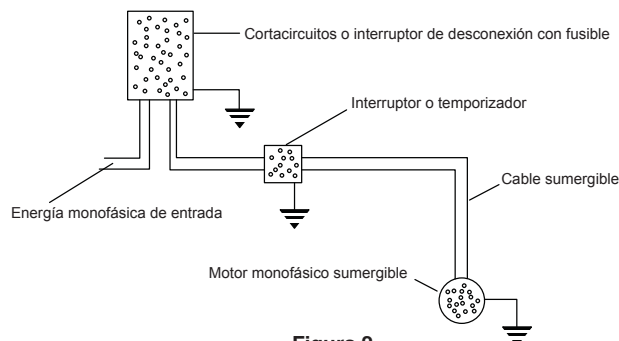

Figura 2
7. Una bomba de dos cables no requiere una caja de control del motor; todos los componentes eléctricos están incluidos dentro del motor. La figura 2 muestra un diagrama de cableado típico para una instalación de dos cables.